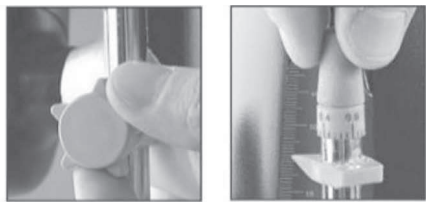

рис. 3
Ограничитель глубины (4) находится перед левой рукояткой (1) фрезера. Ослабьте фиксирующий винт (5) ограничителя глубины. Двигая ограничитель глубины вверх или вниз регулировочным винтом, выставьте необходимую глубину фрезерования (рис. 3).